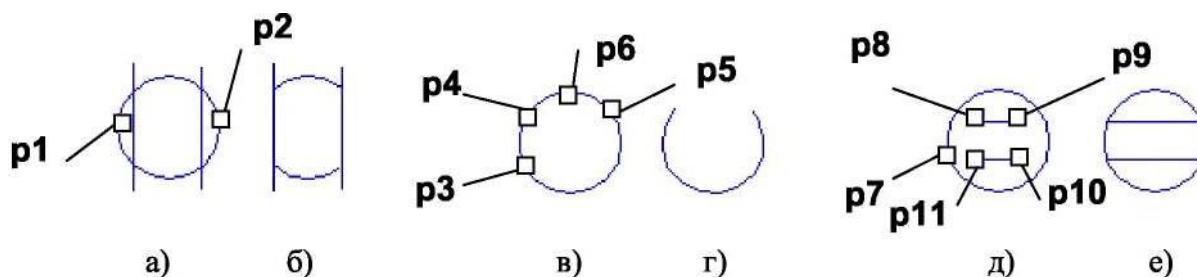

Рис. 4.10. - Примеры удаления фрагментов объектов
3. Указать точки **p1** и **p2**, находящиеся на оси отражения (рис. 4.10 б).
Усечь кривую. Команда удаляет часть указанного объекта, ограниченную точками пересечения его с другими объектами. По умолчанию удаляется участок, который указан курсором. При этом на **Панели свойств** активен переключатель  - **Удалять указанный участок**. Если же требуется удалить участки, внешние по отношению к указанному, нужно использовать переключатель  - **Оставить указанный участок**. На рис. 4.10 а, б после указания точек **p1** и **p2** удаляются соответствующие дуги окружностей.
Усечь кривую двумя точками. Команда удаляет часть объекта, ограниченную двумя произвольно заданными точками. Команда удобна в тех случаях, когда редактируемый объект имеет много пересечений с другими объектами. В команде необходимо указать редактируемый объект (точку **p3**), а затем задать на нем две точки (**p4** и **p5**), определяющие нужный участок. Он будет удален или оставлен в соответствии с установками переключателей. На рис. 4.10 в отражен порядок указания точек **p3**, **p4**, **p5** и **p6** на окружности для получения изображения, представленного на рис. 4.10 г.
Выровнять по границе. Команда осуществляет продление объектов до границы выравнивания или усечения по ней. Необходимо вначале указать объект - границу, а затем постепенно по одному объекту из тех, которые надо выровнять. Выравнивание объекта осуществляется со стороны указания его. Чтобы перейти к выравниванию по другой границе, используйте кнопку  - **Указать заново** на панели **Специального управления**. На рис. 4.10 д показана последовательность указания точек **p7**, **p8**, **p9**, **p10** и **p11** на окружностях и отрезках для получения изображения, представленного на рис. 4.10 е.